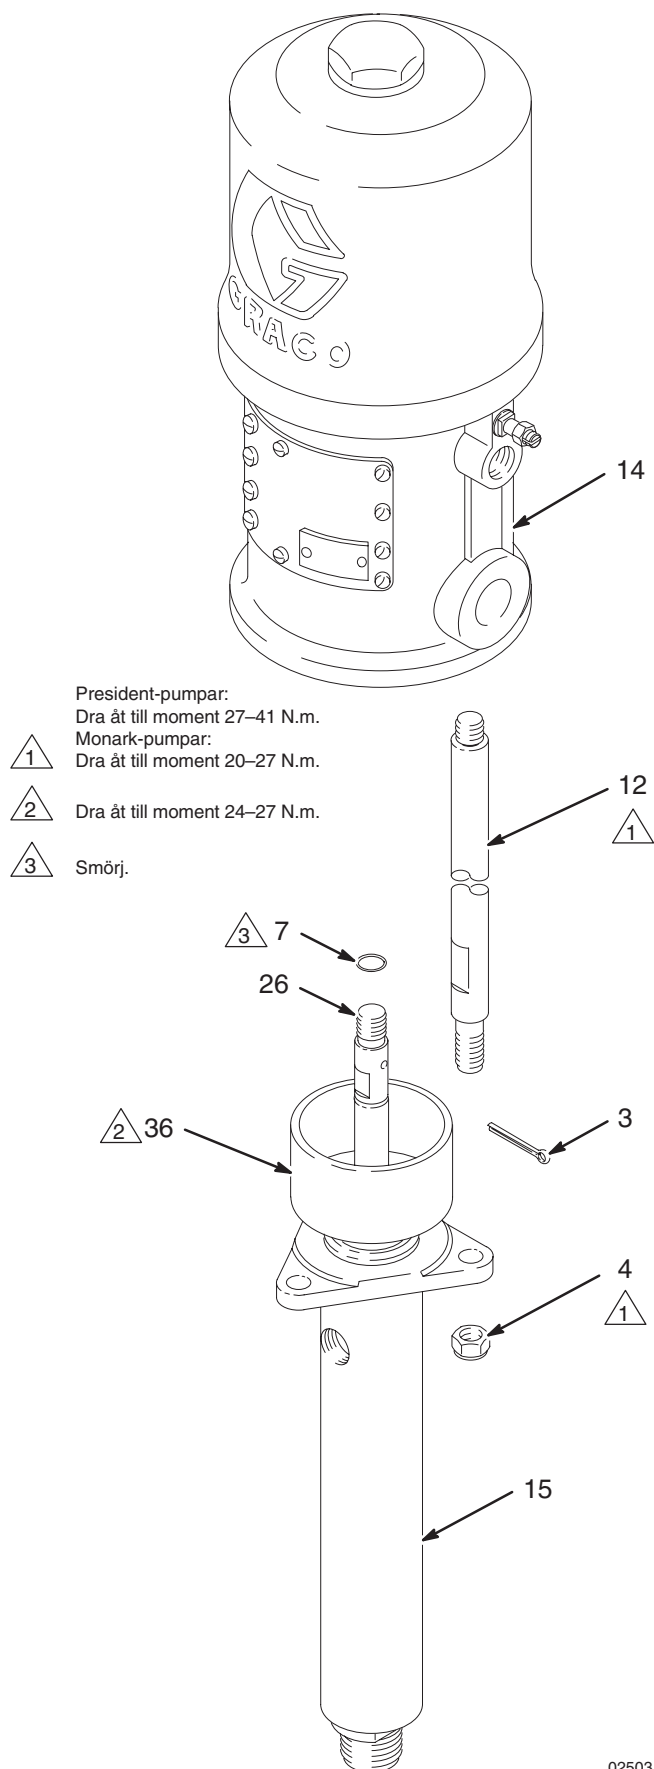

Fig. 4
3. Se Fig. 4. (Beträffande modell 221075, se också sprängskissen på sidan 16.) Skruva loss låsmuttrarna (4) på dragstängerna (12). Ta bort stiftet (3). Skruva loss kolvstången (26) från luftmotorn (14) eller vevstaken (37, endast modell 221075). Dra försiktigt av kolv-pumpen (15) från luftmotorn (14). Kontrollera o-ringen (7).
1. Fetta in o-ringen (7) och sätt på den på kolvstången (26). Rikta pumpens vätskeutlopp relativt motorns luftintag enligt noteringen i steg 2 vid **Demontering av kolv-pump**. Sätt kolv-pumpen (15) på dragstängerna (12). Se Fig. 4.
2. Skruva på låsmuttrarna (4) på dragstängerna (12) löst. Skruva kolvstången (26) i axeln på luftmotorn (14) eller vevstaken (37, endast modell 221075) tills stifthålen är mittför varandra. Sätt i stiftet (3).
3. Montera pumpen och anslut slangarna. Anslut jordledningen om den lossades vid reparationen. Dra åt tätmuttern/våtkoppen (36) till moment 24–27 N.m. Fyll våtkoppen med Graco halstättningsvätska eller motsvarande lösning.
4. Dra åt låsmuttrarna (4) på distansstängerna jämnt till moment enligt specifikation i Fig. 4.